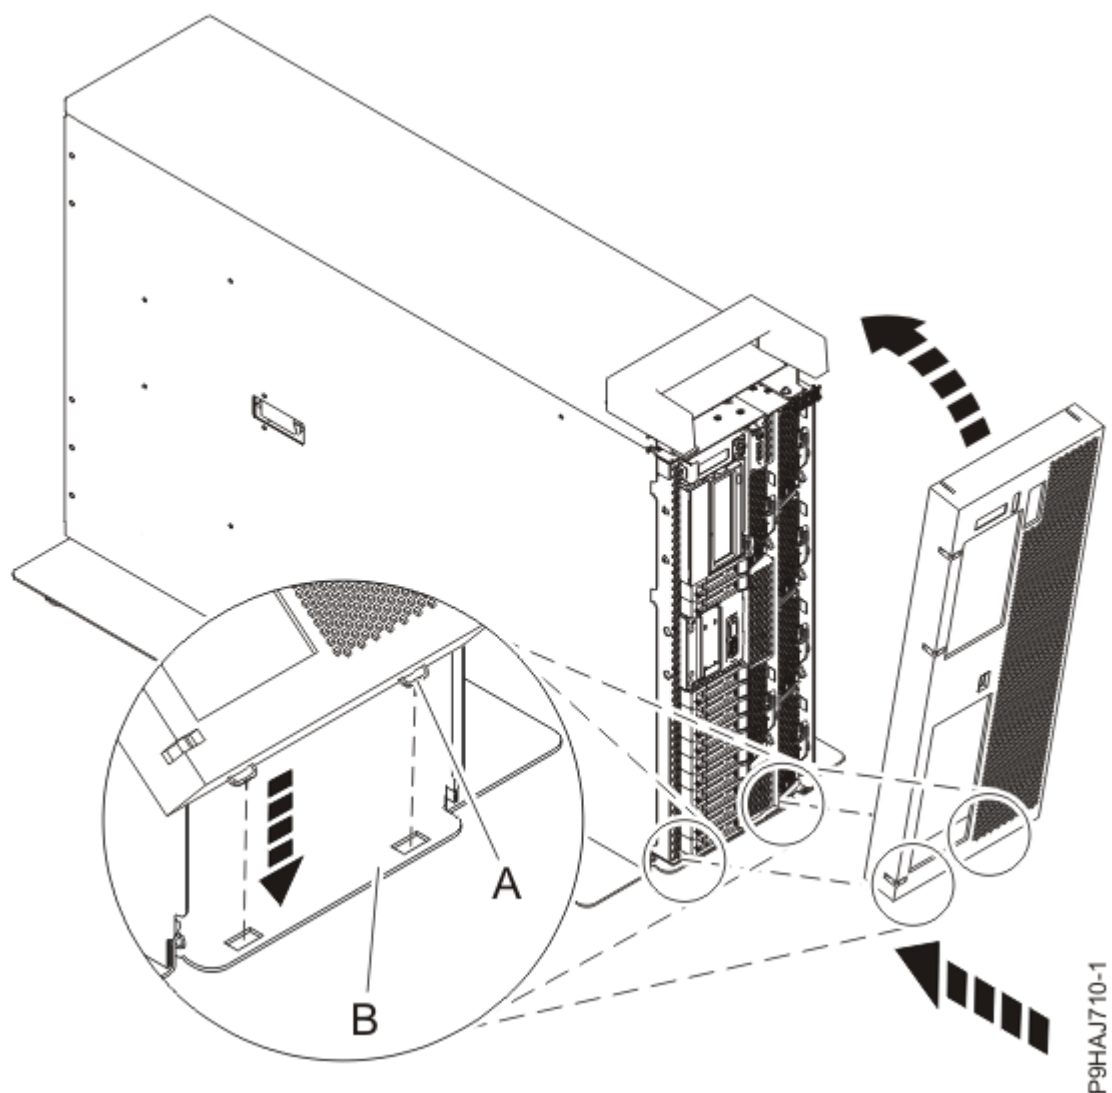

Figura 13: Instalando a tampa e a porta frontais
- b) Alinhe a tampa até que as duas guias da tampa **(A)** estejam assentadas nos slots na placa base **(B)**, como mostrado na Figura 13 na página 16.